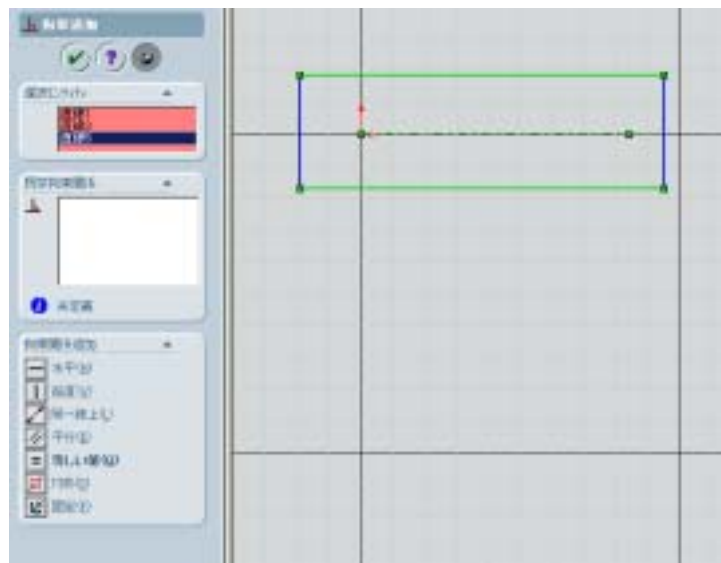

図6-25
①拘束アイコンを選択する。
②中心線を選択し、次にCTRL キーを押しながら上下の2本の線を選択する。
③拘束関係追加から対称を選択する。図6-25参照。